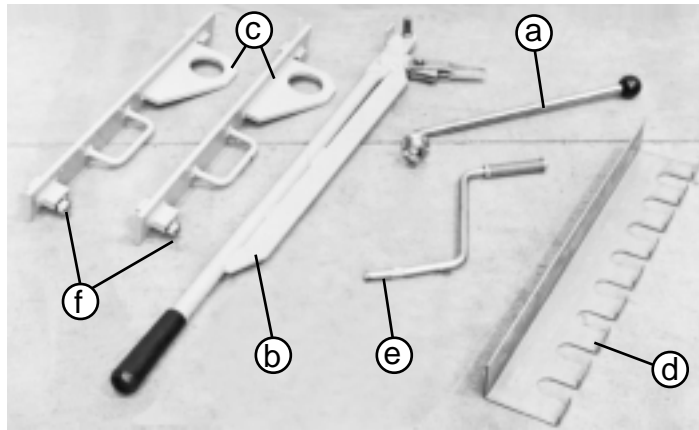
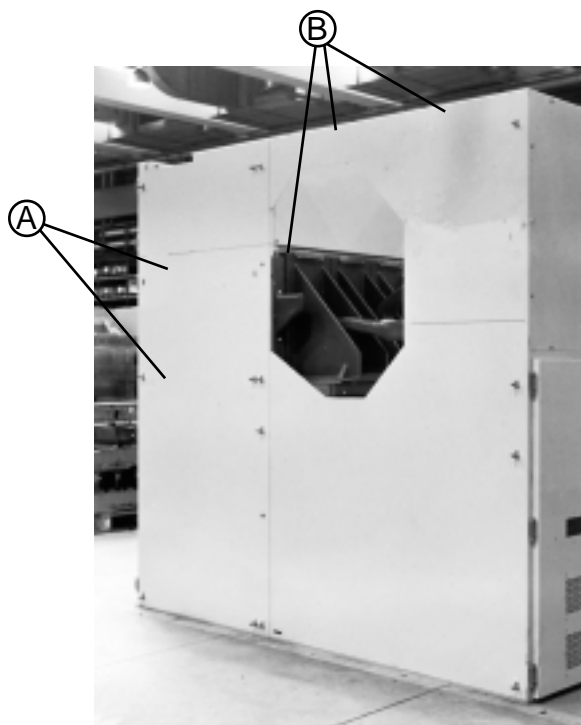

Fig. 8
Fig. 9
1.5 Accessoires de fourniture normale (fig. 8) (quantité sur demande)
1.5 Accessories supplied as standard (fig. 8) (quantity on request)
- 1) Insérer les oeillets de soulèvement spécialement prévus (c - fig. 8) dans les fentes marquées par les plaquettes autoadhésives (A - fig. 9).
- 2) Empêcher aux oeillets de glisser en les maintenant poussés vers le haut et en serrant la vis de positionnement (f-fig. 8).
- 1) Insert the special lifting eyebolts (c - fig. 8) in the slots marked with self-adhesive labels (A - fig. 9)
- 2) Prevent the eyebolts from slipping out by keeping them pushed upwards and by tightening the positioning screw (f - fig. 8).
Pour faciliter les opérations de déplacement et d'accouplement des cellules à l'intérieur du local, extraire le disjoncteur et le mettre de côté. Boulonner les cellules entre elles aux points indiqués (B - fig. 9).
To facilitate the operations for moving and coupling the cubicles inside the room, rack the circuit-breaker out and put it aside. Bolt the cubicles together at the points shown (B - fig. 9).